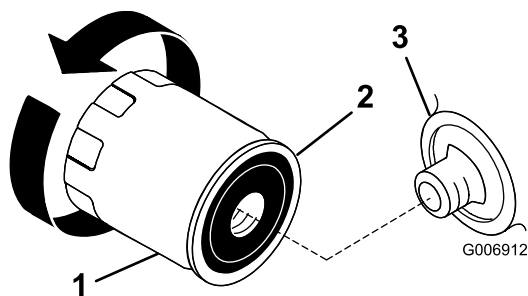

Figura 31
2. Retire el filtro usado y limpie con un paño la superficie de la junta (Figura 31) del adaptador del filtro.